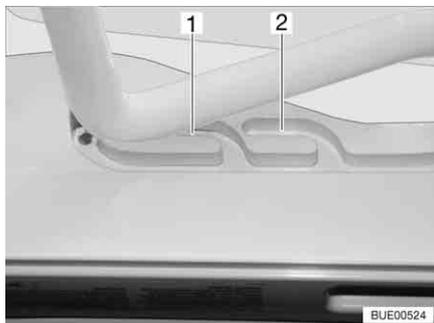
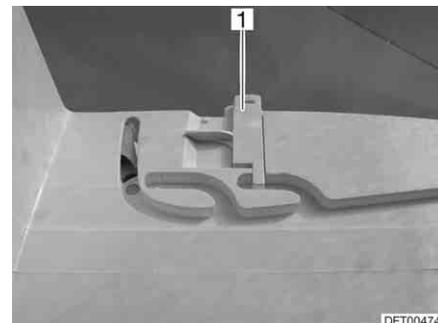

Fig. 55 Oblò Heki in posizione di ricircolo d'aria
Fig. 56 Bloccaggio della posizione di ricircolo d'aria
È possibile portare l'oblò Heki in due posizioni di ricircolo d'aria: Posizione brutto tempo (Fig. 55,1) e posizione centrale (Fig. 55,2). A seconda del modello è possibile bloccare l'oblò nella posizione centrale con il chiavistello (Fig. 56,1).
- Premere la staffa leggermente verso l'alto, spingerla nella guida selezionata (Fig. 55,1 o 2) ed eventualmente bloccarla.